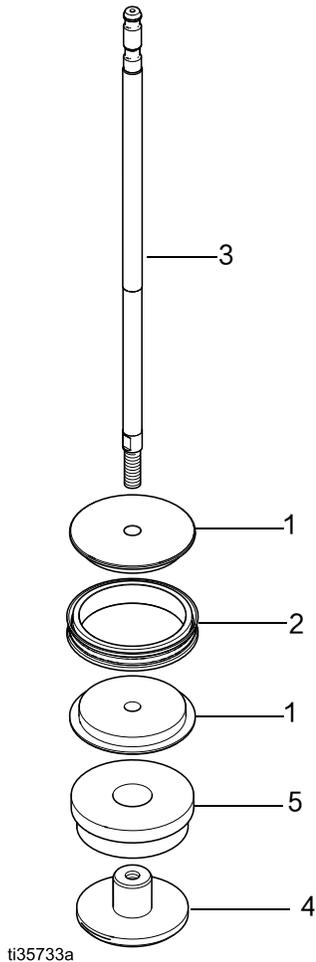

图 5. 拆卸或组装活塞
参见图 5（第 10 页）。
1. 将活塞 (1) 的两半放在活塞密封 (2) 周围，卡在一起。参见图 5。
2. 在杆 (3) 的外径螺纹处涂抹高强度（红色）的 Loctite® 268、263 或 2760，在螺纹周围涂抹 360°。将杆 (3) 穿过活塞 (1) 和隔圈 (5) 并拧入活塞螺母 (4) 中。用 95–100 英尺磅（129–135 牛·米）的扭力将活塞螺母 (4) 拧紧。使用之前，密封剂必须最少固化 12 小时。